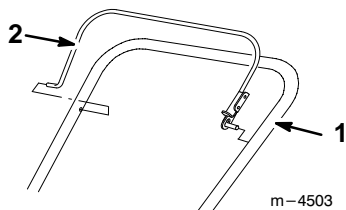
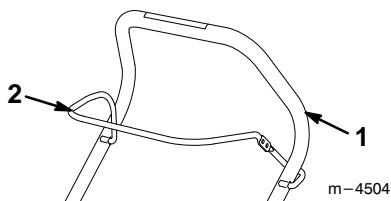

Abbildung 7
Abbildung 8
2. Den Fahrtriebshebel wie in Abbildung 7 (Modelle 38428 und 38429) bzw. Abbildung 8 (Modelle 38441 und 38442) gezeigt am oberen Griffbügel installieren.